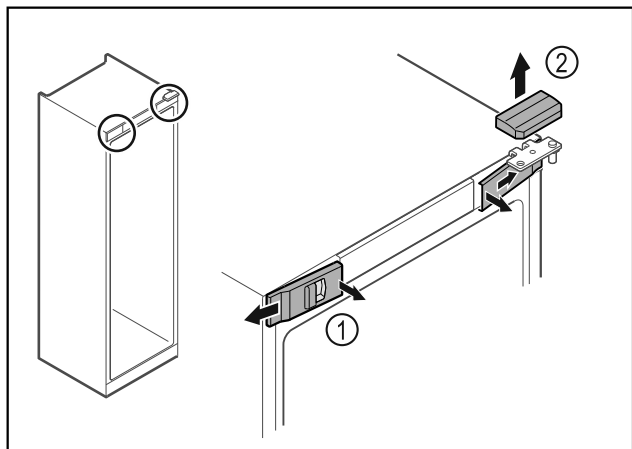

Fig. 5
- Pattintsa ki belül az elülső burkolatokat Fig. 5 (1), és tegye félre.
- Vegye le felfelé a felső burkolatot Fig. 5 (2).